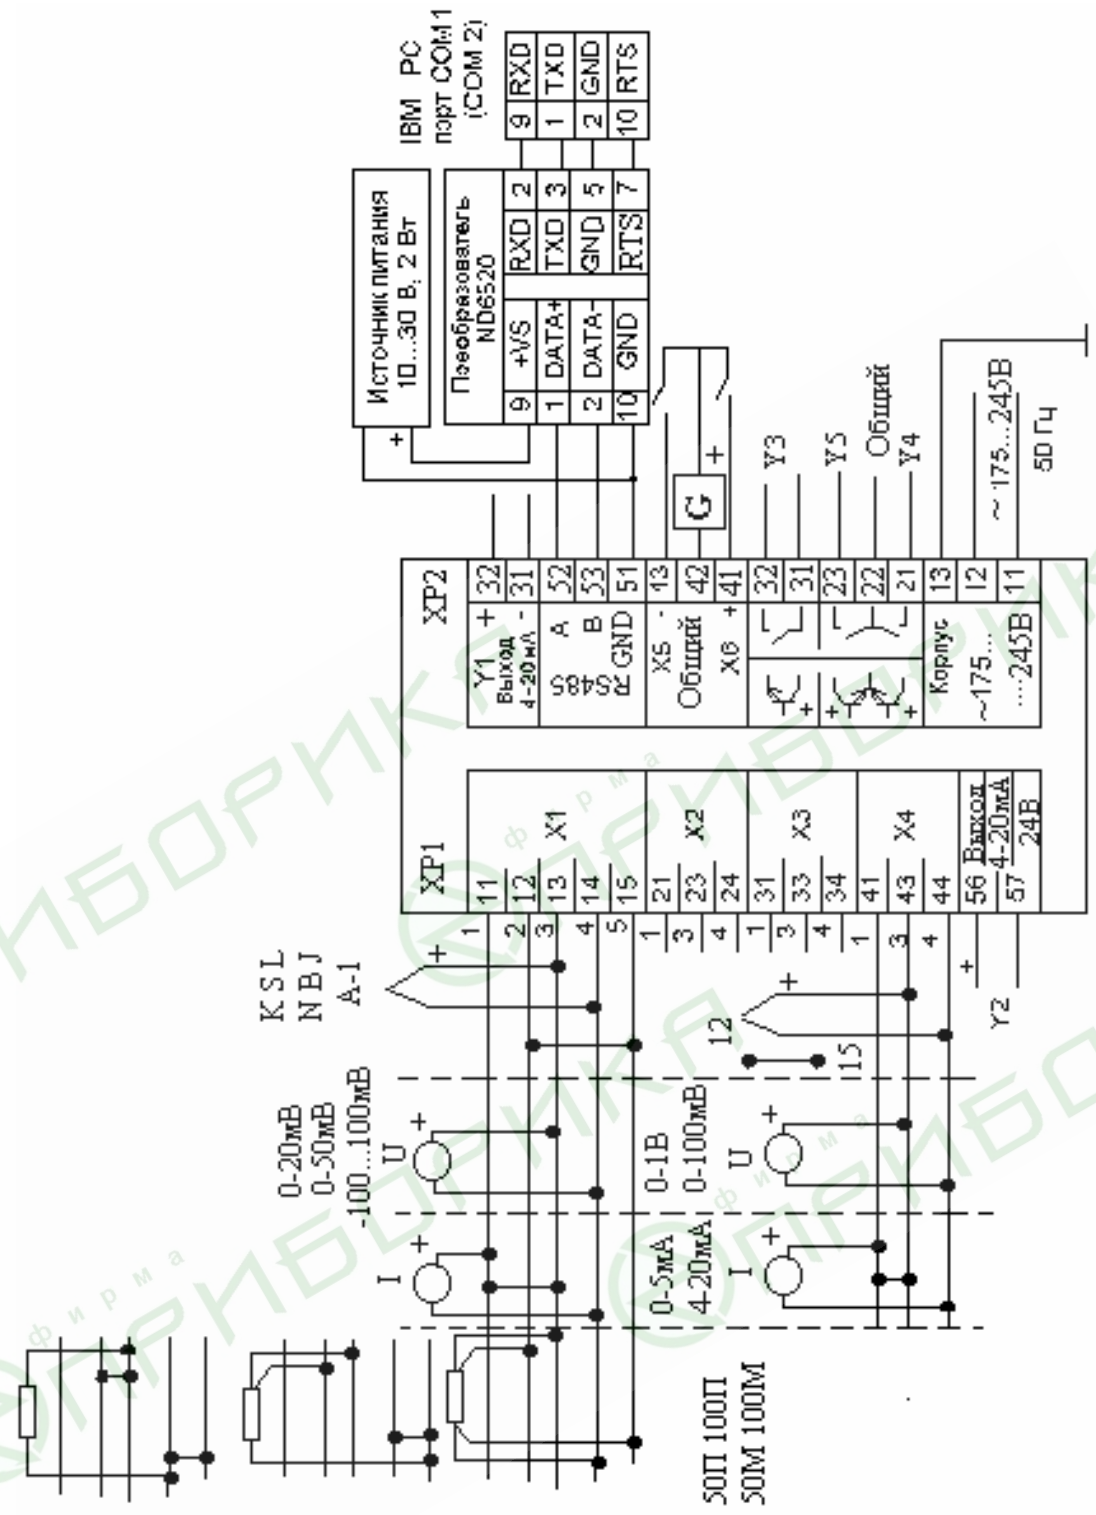

Рисунок 16 – Схема внешних подключений регулятора.
2.1.12 Внешние подключения регулятора проводить по схеме рис.16.